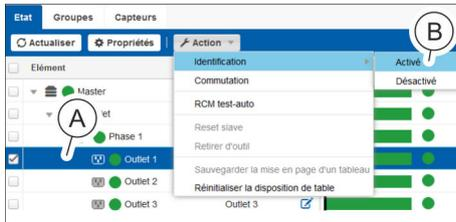

Fig. 106 : Menu « État » – Onglet « État »
2. ➤ Dans l'onglet « État », sélectionner la prise ou le groupe de prises souhaité (Fig. 106 /A).
3. ➤ Appuyer sur « Action ➔ Identification ➔ Activé » (Fig. 106 /B) pour activer l'identification de la prise sélectionnée ou du groupe de prises sélectionné.
4. ➤ Appuyer sur « Action ➔ Identification ➔ Désactivé » (Fig. 106 /B) pour désactiver l'identification de la prise sélectionnée ou du groupe de prises sélectionné.